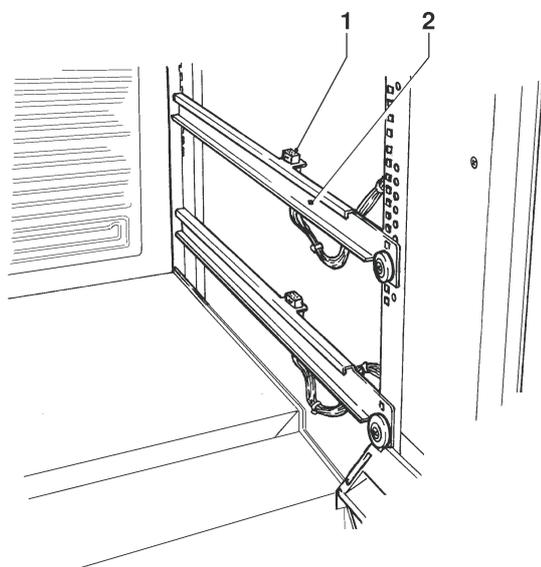

Рис. 25
- Переместите направляющие (см. рис. 25), расположенные на боковых опорах, за исключением первых в нижней части, которые должны оставаться в прежнем положении.